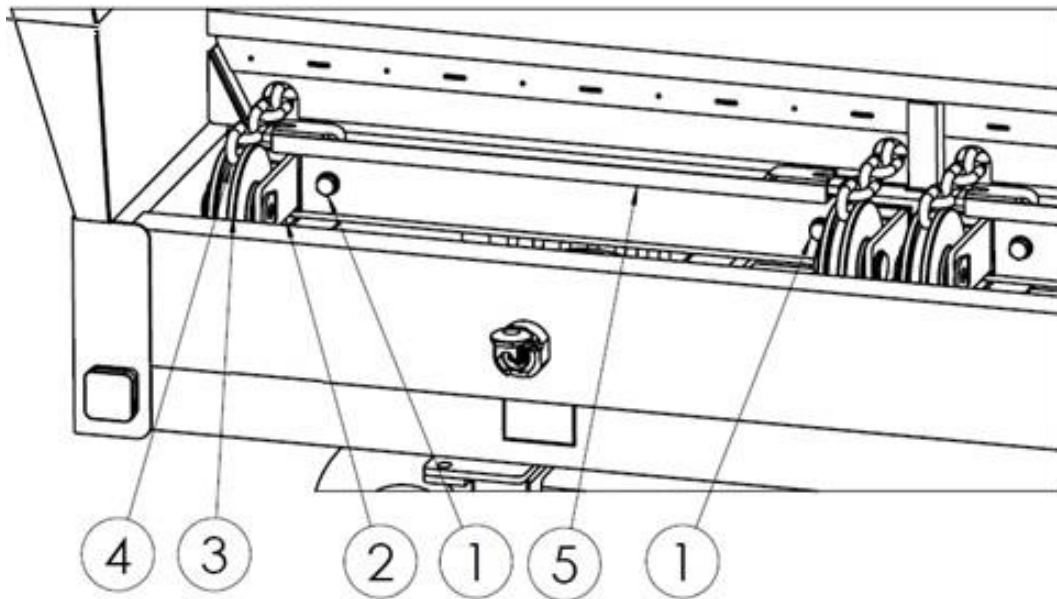

Рисунок 26. Натяжение цепей напольного конвейера
Натяжение цепей напольного конвейера во время работы должно проверяться каждый день, в частности, в начальный период его работы. Натяжение конвейерных цепей осуществляется с помощью регулировочных болтов, расположенных в передней части кузова – рисунок 26. Для увеличения натяжения цепей ввинтите регулировочные болты (1) так, чтобы ползунок натяжителя (2) вместе с роликом (3) двигался вперед. Операцию натяжения необходимо провести для обеих пар цепей (4), обращая внимание на их одинаковое натяжение.